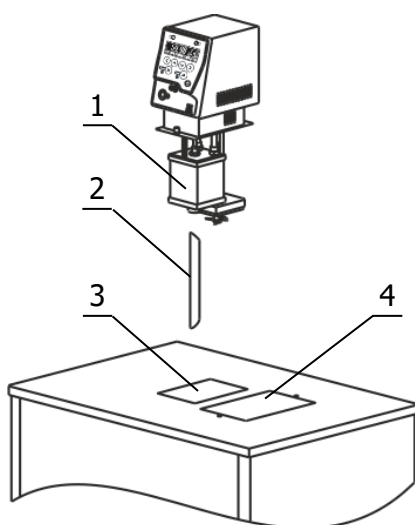

Рисунок 2 — Установка блока регулирования
2.2.3 Выходную трубку насоса 2 (рисунок 2) вставить косым срезом до упора в резервуар 1 блока регулирования и зафиксировать ее винтом.
2.2.6 Заполнить ванну термостата теплоносителем через отверстие над рабочей зоной 4 (рисунок 2) до момента начала слива теплоносителя из переливного штуцера 10. Температурный диапазон применения теплоносителя должен соответствовать значениям, указанным в 1.2.6.
2.2.10 Причина отсутствия перемешивания — неправильная работа насоса, вызванная воздушной пробкой, образовавшейся в резервуаре 1 (рисунок 2). Для ее устранения необходимо: